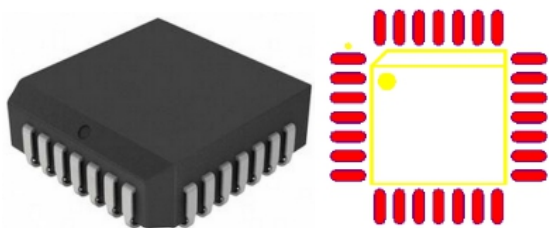

图 9-14 PLCC 元件及其封装
5) PLCC (Plastic Leaded Chip Carrier, 带引脚的塑料芯片载体) 封装: PLCC 是一种贴片封装, 如图 9-14 所示。这种封装的芯片引脚排列在芯片四周, 并向芯片底部弯曲, 呈 J 形, 通常包括 20~84 脚, 紧贴于芯片体。从芯片顶部看下去, 几乎看不到引脚, 引脚间距一般为 1.27mm。封装名一般为 PLCC x, x 为引脚数, 如 PLCC28。PLCC 既可以直接焊接在电路板表面, 也可以安装在配套的插座上, 插座是直插式的, 焊接在电路板上。PLCC 适用于需要经常插拔芯片的场合, 如可编程的逻辑芯片。这种封装方式节省了制板空间, 但焊接困难, 需要采用回流焊工艺, 要使用专门设备。